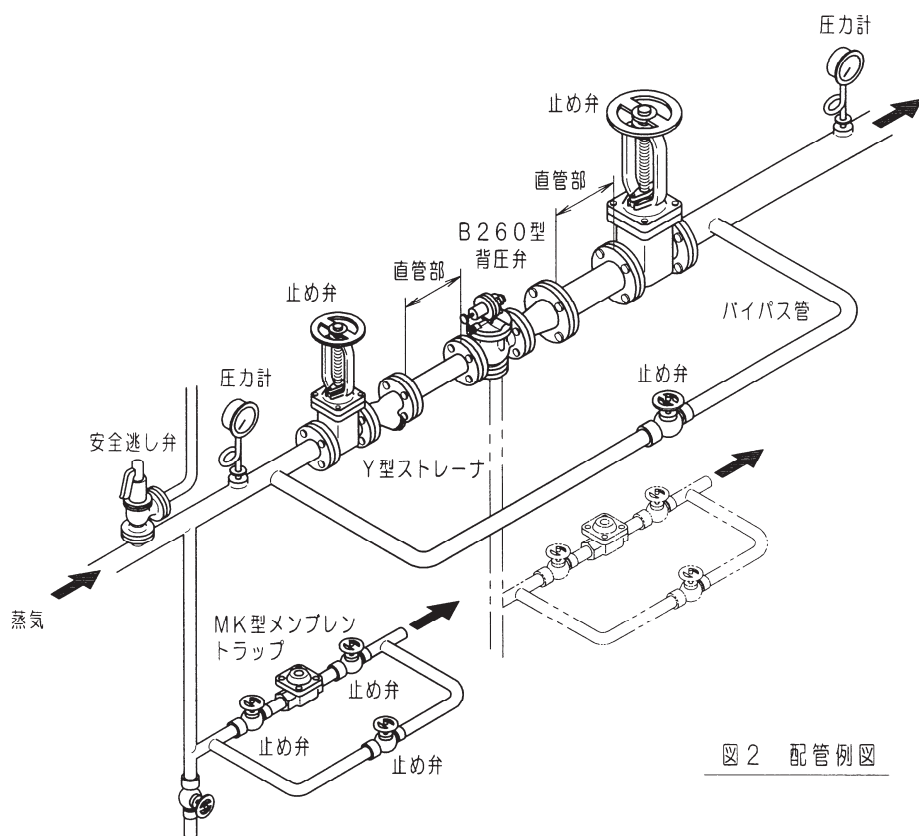

図2 配管例図
- 配管に際しては、背圧弁の弁箱の矢印と蒸気の流れ方向を必ず一致させて水平配管に垂直に取付けてください。また、図2の配管例図に示すように、止め弁、ストレーナ、圧力計、バイパス管及びスチームトラップを必ず設けてください。なお、背圧弁の前後にはできるだけ10d以上(d：配管径 mm)の直管部を設け、二次側流速が30 m/sを超える場合にはレジューサを取付けをおすすめします。
- 2.2 また、図2の配管例図に示すように、止め弁、ストレーナ、圧力計、バイパス管及びスチームトラップを必ず設けてください。
- 2.6 背圧弁にドレンが滞留しやすい用途の場合、ドレンプラグ(29) [六角穴付プラグ 呼び径 15~25: R3/8, 呼び径 32~150: R1/2]を外してドレンが自動的に抜けるようスチームトラップを配管してください。(図2 二点鎖線部を参照ください)